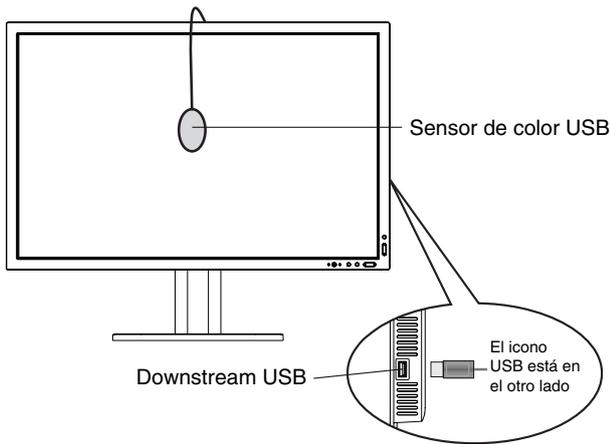

Figura S.1
3. Enchufe el sensor de color USB en el puerto downstream USB lateral (o inferior, en el caso de orientación vertical) (**Figura S.1**).
6. El procedimiento le pedirá que coloque el sensor de color USB en el centro del panel de la pantalla (**Figura S.3**). Incline el panel de la pantalla aproximadamente 5° hacia atrás y coloque el sensor de color USB en el centro del panel de la pantalla (**Figura S.1**).